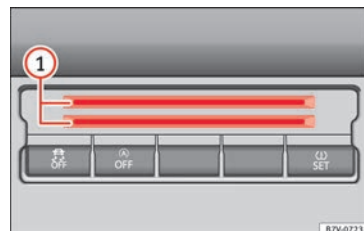

Fig. 180 Parte inferior de la consola central: compartimento para tarjetas.
En la parte inferior de la consola central hay un compartimento » **fig. 180** ① para depositar monedas, tarjetas, resguardos de aparcamiento o similares.